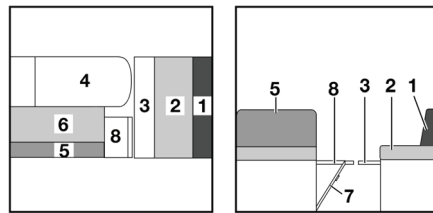

Bild 164 Während des Umbaus
- Sitzbankverlängerung (Bild 164,8) nach oben klappen und mit Klappe verkeilen.
- Bettkasten-Verlängerung (Bild 164,3) herausziehen.
- Das Sitzpolster (Bild 164,2) der Längssitzbank zur Mitte ziehen.
- Das Rückenpolster (Bild 164,1) der Längssitzbank zwischen das Sitzpolster und die Wand legen.
- Das Sitzpolster (Bild 164,6) nach vorn auf den Tisch ziehen.
- Das Rückenpolster (Bild 164,5) abnehmen und beiseite legen.